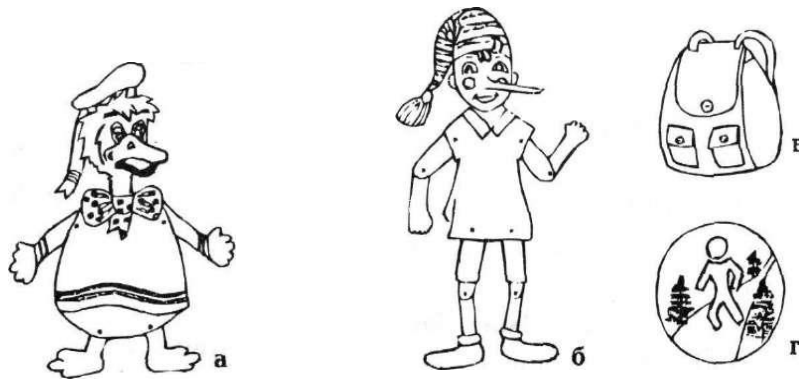

Рис. 4
дві рухомі іграшки (пішоходи), одну з картону, другу - з фанери, наприклад: «Каченя», «Буратіно» (рис. 4, а, б).
3.Пошити рюкзак для пішохода (розміри міні-рюкзака прямо пропорційні розміру рухомої іграшки - рис. 4, в).
4. За власним задумом виготовити з фольги способом тиснення емблему пішохідного маршруту (рис. 4, г).